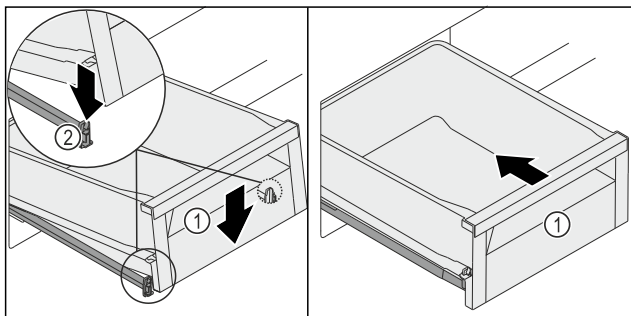

Fig. 260
- ▶ Senk skuffen Fig. 260 (1) foran slik at skuffen glir inn i klemmen Fig. 260 (2) på venstre og høyre side.
- ▶ Skuffen Fig. 260 (1) går hørbart i inngrep.
- ▶ Skyv skuffen Fig. 260 (1) inn.